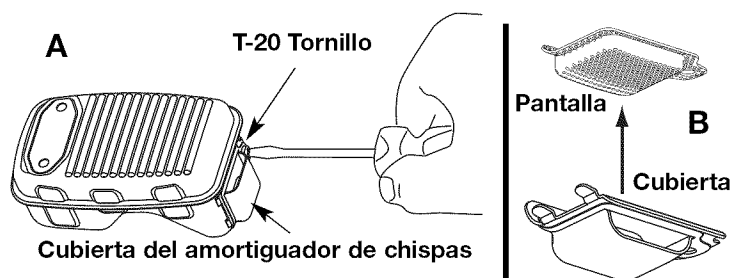

Fig. 28
3. Con un destornillador de vástago plano o broca Torx T-20, saque el 1 tornillo que conecta la cubierta del amortiguador de chispas al silenciador (Fig. 28, A).
5. Saque la pantalla del amortiguador de chispas de la cubierta del amortiguador de chispas (Fig. 28, B).